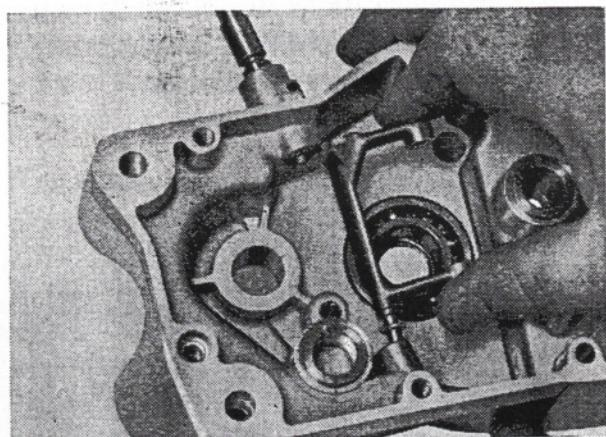

Abb. 32 Schaltgabel ausbauen
c) die Schaltgabel, wie aus Abb. 32 ersichtlich, mit der Scheibe nach oben aus der unteren Lagerung herausnehmen.